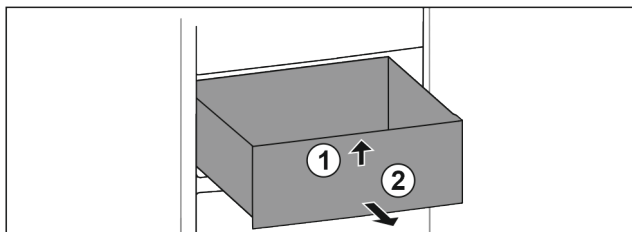

Fig. 58
- Schubfach vorne anheben. Fig. 58 (1)
- Schubfach nach vorne entnehmen. Fig. 58 (2)